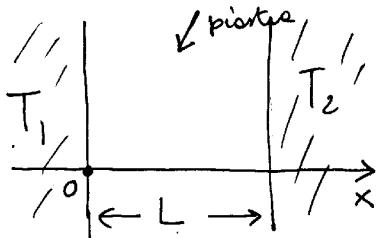

figura 5
Se indichiamo con q il flusso di calore che fluisce per unità di tempo attraverso una generica sezione ~~del~~ = costante delle piastre in figura 5, la relazione (6) si può scrivere nella forma